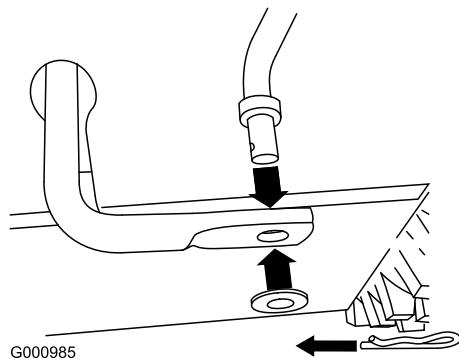

Figure 10
1. Retirez la goupille fendue et la rondelle à l'extrémité inférieure de la tige de commande de vitesses et insérez l'extrémité dans le bras de liaison inférieur de sorte que l'extrémité courbe de la tige de commande de vitesses soit dirigée vers l'arrière (Figure 10).